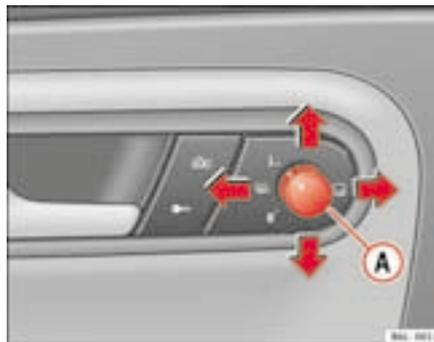

Fig. 70 Regolazione degli specchi retrovisori esterni
1. In primo luogo, ruotare la manopola ⇒ **fig. 70** portandola nella posizione **L (specchietto esterno sinistro)**.
- Girare la manopola verso la posizione di sbrinamento  ⇒ pag. 108, fig. 70
- Per far ripiegare su se stessi gli specchietti esterni si deve ruotare la manopola ⇒ pag. 108, fig. 70 portandola nella posizione . Si consiglia di richiudere sempre gli specchietti esterni quando si porta il veicolo all'autolavaggio, altrimenti potrebbero danneggiarsi.